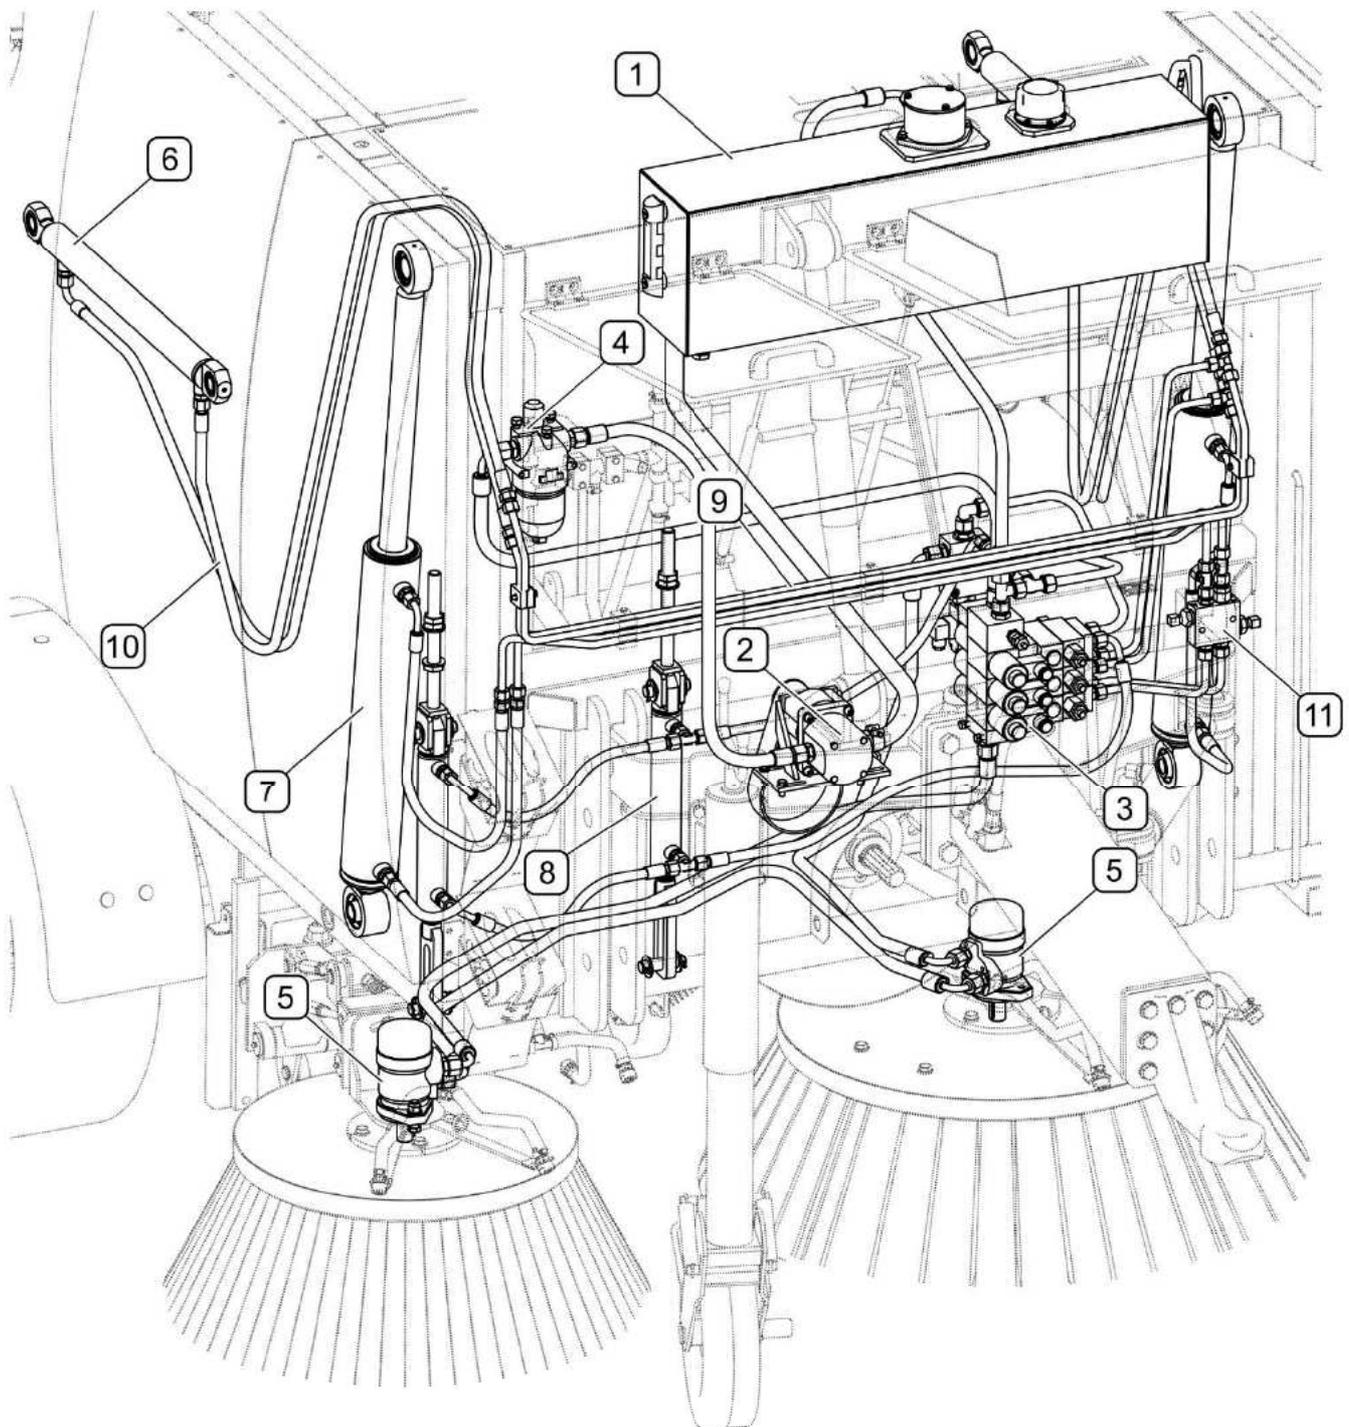

ABB. 3.2 Aufbau der Hydraulikanlage
(1) - Öltank; (2) - Ölpumpe; (3) - Verteiler; (4) - Ölfilter; (5) - Hydraulikmotor;
(6) - Hydraulikzylinder zum Öffnen des Behälters; (7) - Hydraulikzylinder zum Anheben des Behälters; (8) - Hydraulikzylinder zum Anheben der Bürsten; (9) - Metall-Hydraulikleitungen;
(10) - Gummi-Hydraulikleitungen; (11) - Überlauf-Kreuzventil
Die Kehmaschine PRONAR ZMC2.0 ist mit einer geschlossenen Hydraulikanlage ausgerüstet (ABB. 3.2). Der Öltank (1) befindet sich vorne im oberen Teil der Maschine und ist mit einem Einfüllstutzen mit Filter, einem Rücklauffilter und einem Ölstandsanzeiger mit Thermometer ausgerüstet. Die Ölpumpe (2) treibt die Zapfwelle des Schleppers über ein Antriebsübertragungssystem an. Die Steuerung der Hydraulik erfolgt durch das Einschalten der entsprechenden Hydraulikkreise über den Verteiler (3) aus der Fahrerkabine. Die Bürsten werden von zwei Hydraulikmotoren (5) angetrieben.